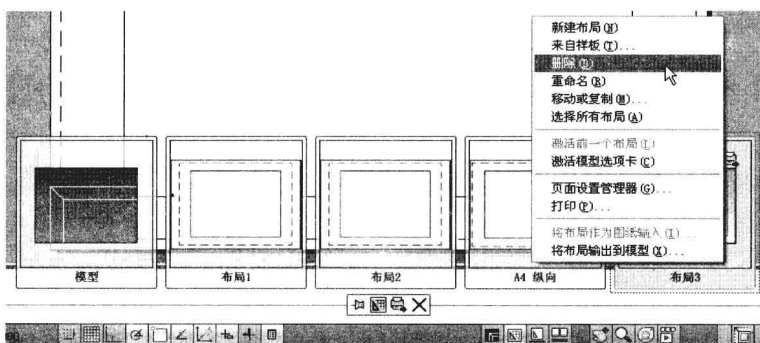

图 10-3-3
(4) 在快速查看布局工具栏中单击“新建布局”按钮, 创建布局4, 右击一个布局预览图像, 显示快捷菜单, 选择“删除”, 即可删除选择的布局, 如图10-3-3所示。